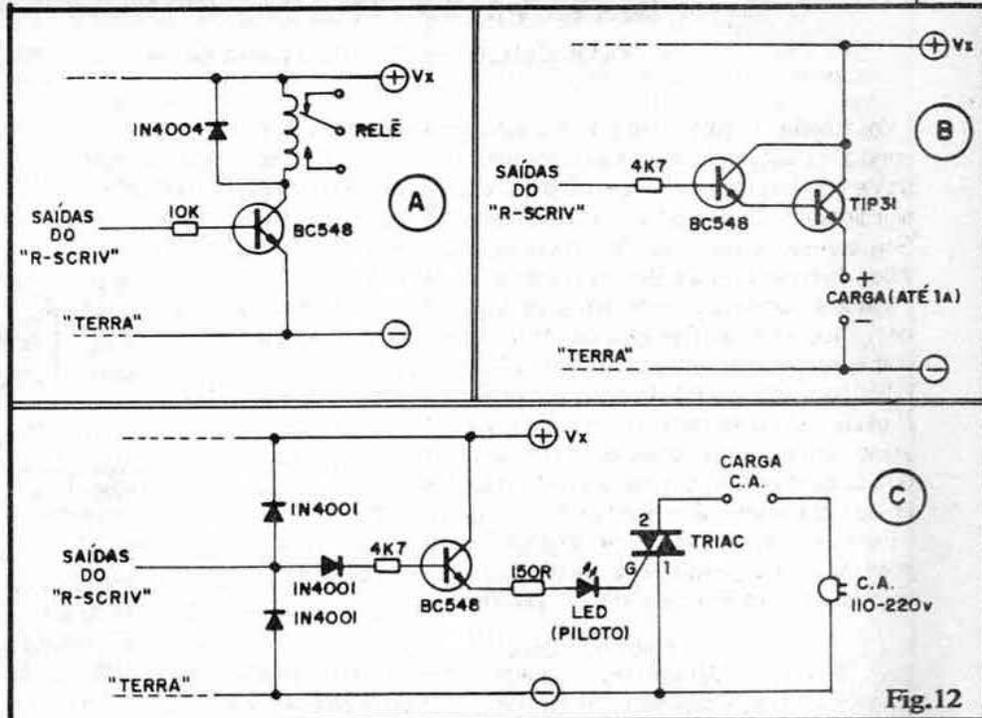

Fig.12
A utilização final do sistema é bastante flexível e versátil, conforme já ficou claro das explicações anteriores. Vamos detalhar alguns exemplos básicos (que, contudo, **não constituem** a totalidade das possibilidades...), com os dados da fig. 12:
- **FIG. 12-A** - Ideal para o comando de cargas alimentadas tanto por C.A. quanto por C.C., sob tensões, correntes e potências apenas limitadas pelos parâmetros inerentes aos contatos do relê utilizado. A tensão de trabalho do dito relê deverá ser compatível com  $V_x$  (tipicamente até 18 volts).  $V_x$  **poderá** ser usada, diretamente (se 9V) ou através do arranjo mostrado em 11-A (se maior do que 9V) para a energização do próprio circuito de R-SCRIV.
- **FIG. 12-B** - Ideal para o acionamento de cargas que trabalhem sob C.C. (tipicamente até 24V) e sob corrente de até 1A.  $V_x$  poderá (como ocorre no exemplo 12-A) ser usada, direta ou indiretamente, para a alimentação do R-SCRIV...
- **FIG. 12-C** - Para o acionamento de cargas de C.A. através de um chaveamento em "estado sólido" (sem relê). O arranjo vale para 110 ou 220V.C.A. devendo contudo o TRIAC ter parâmetros adequados às necessidades de tensão, corrente e potência da carga (e compatíveis com a tensão da rede). Uma fonte C.C. ( $V_x$ ) será necessária, podendo perfeitamente fornecer energia simultaneamente ao próprio circuito do R-SCRIV, guardadas as recomendações mostradas em 12-A. Uma
Em qualquer dos exemplos da fig. 12, lembrar que os módulos sugeridos são **individuais**. Isso quer dizer que para **cada** saída do R-SCRIV teremos que incorporar um **driver** distinto. Observar ainda que, em aplicações muito complexas e especiais, nada impede que **drivers** (até 9) de tipos diferentes (como os mostrados na fig. 12, nos outros...) sejam simultaneamente usados, cada um ligado a uma das Saídas do R-SCRIV!